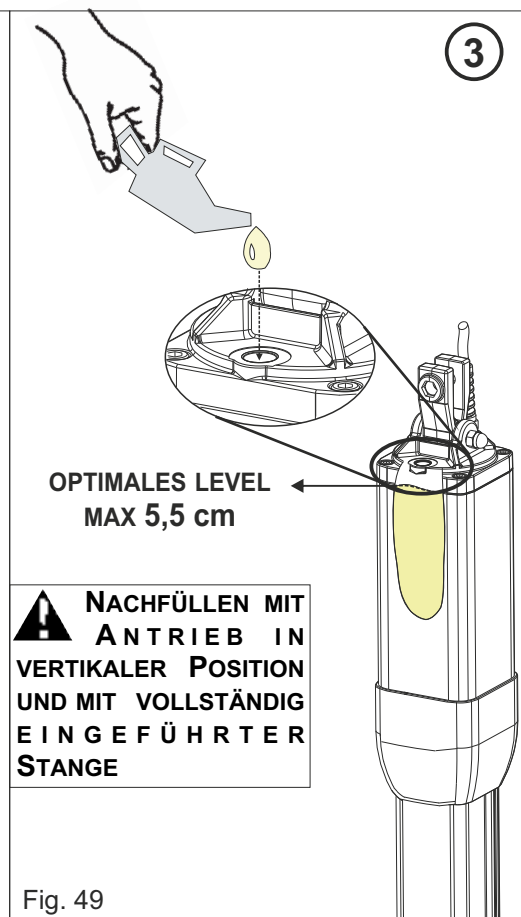
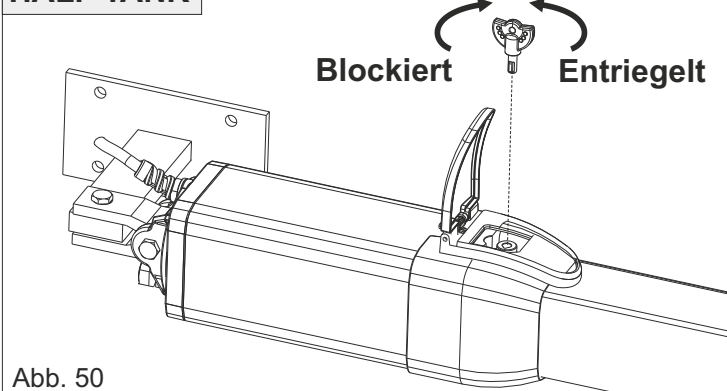
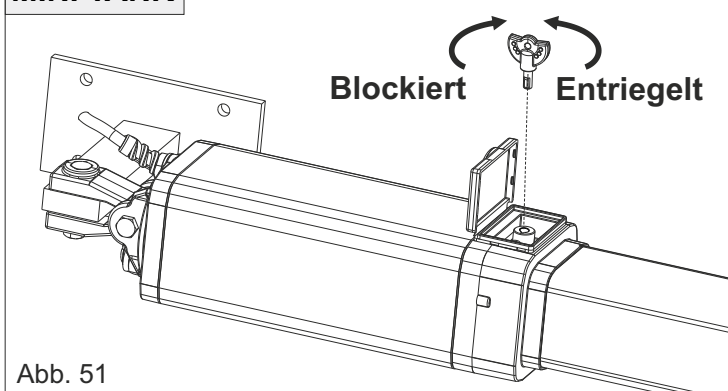

Fig. 49
Abb. 50
Abb. 51
- 1) Den Antrieb entriegeln (wie in Abb. 49 und Abb. 50)
- Den Schlüssel einführen und gegen den Uhrzeigersinn um 180° drehen (Abb. 50 und Abb. 51)
- Den Schlüssel einführen und im Uhrzeigersinn bis zur Schliessung drehen (Abb. 50 und Abb. 51)